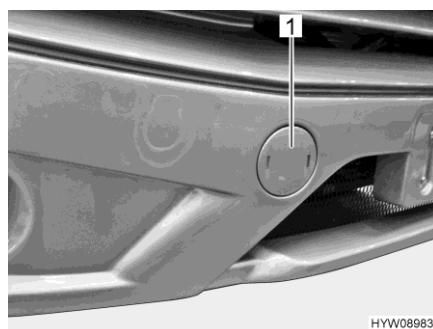

Fig. 25 Copertura (alloggiamento dell'occhione di traino)
- Rimuovere la copertura (Fig. 25,1) mediante un cacciavite.